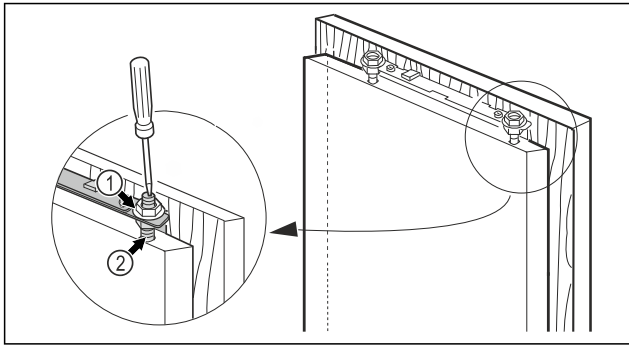

Fig. 21
- ▶ Serrer les contre-écrous Fig. 21 (1) à l'aide d'une clé à six pans de 13 en maintenant les boulons de réglage Fig. 21 (2) à l'aide d'un tournevis.